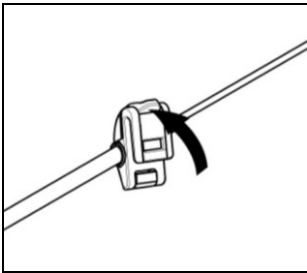

Fig. 23
- Open de clip die op de staaf van de microfoon is geplaatst, zoals is aangeduid in Fig. 23.